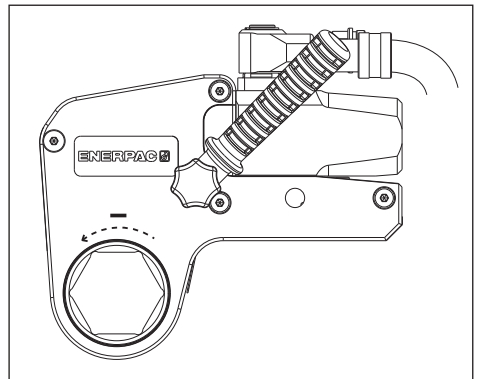

Abb. 11
4.3.3 Lösen einer Mutter oder Schraube (Abb. 11 und 12)
- Setzen Sie den Abstützarm (18) gegen ein geeignetes Widerlager (19). Das Widerlager wirkt der durch das Werkzeug verursachten Kraft entgegen.